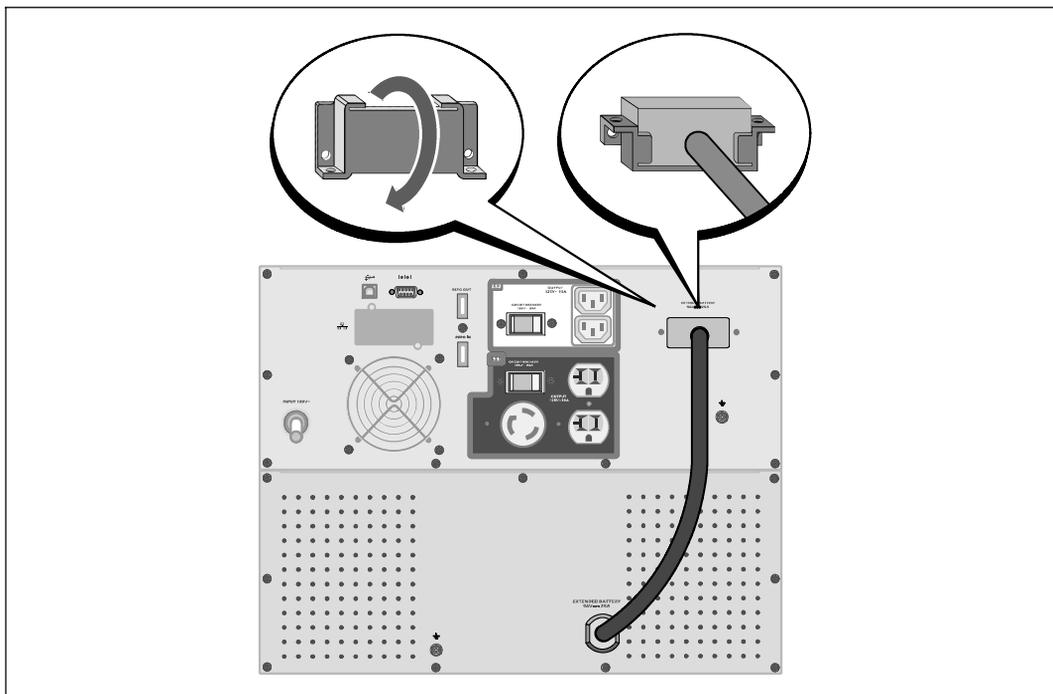

図 16. ストレイン リリーフ ブラケットの取り付け方法
- 2 張力を逃すため、外付けバッテリーモジュールケーブルの下にバッテリーコネクタカバーを取りつけます（図 16を参照）。